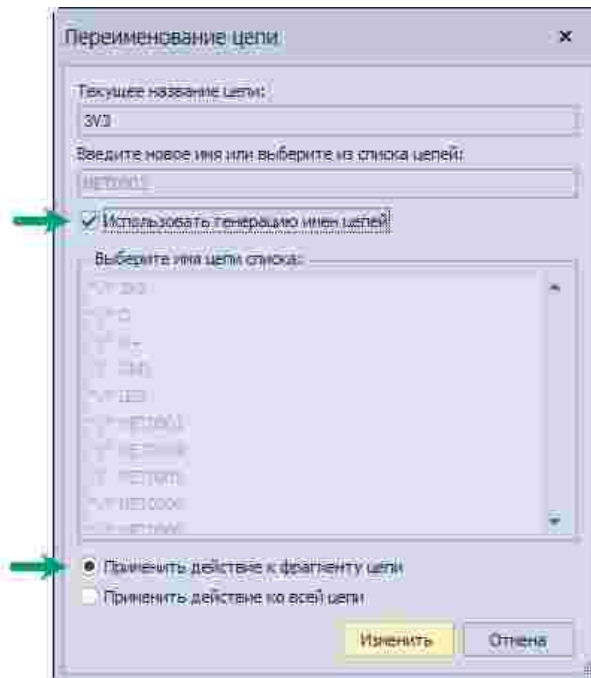

Рис. 95 Автогенерация имен создаваемых цепей при разделении
- Вызвать автогенерацию имен цепей, поставив флаг для опции «Использовать генерацию имен цепей», см. Рис. 95. При этом в поле «Введите новое имя или выберите из списка цепей:» система выведет будущее сгенерированное имя создаваемой цепи, а список имеющихся на схеме цепей будет недоступен для выбора.